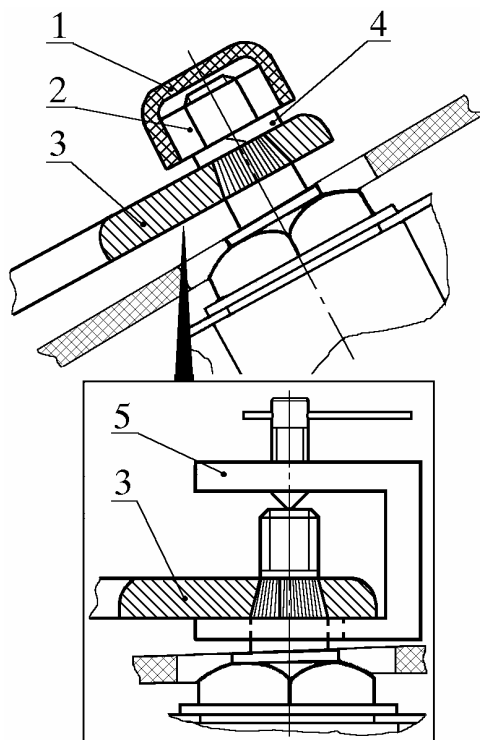

Рис. 11. Снятие рычага стеклоочистителя:
9.2.1. Снять колпачок 1 (рис. 11) с гайки 2 крепления рычага
9.2.3. Снять левый рычаг 3 стеклоочистителя с помощью приспособления 5, как показано на рис. 11